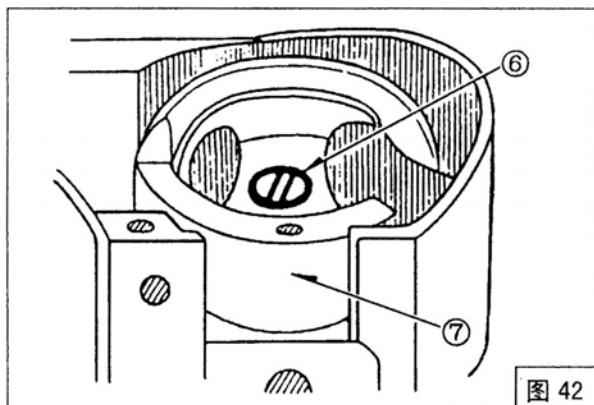

图 42
拆取旋梭方法：用手转动主动轮，使挑线杆达到最高位置，取下推板，取出旋梭，拆除针板、旋梭台前挡板，然后，如图 40 所示，取下旋梭定位勾螺钉③，取出旋梭定位勾①；如图 41 所示，取下旋梭螺钉⑤，取下旋梭挡板④；轻轻取出内旋梭，如图 42 所示，拧下旋梭定位螺钉⑥，取出外旋梭⑦。